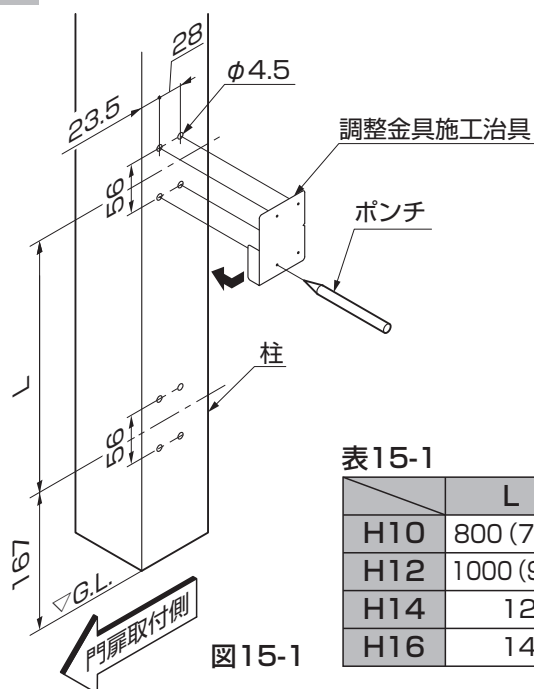

図15-1
- ①柱に調整施工治具をあてケガキ、ドリルで穴加工してください。(図15-1参照)